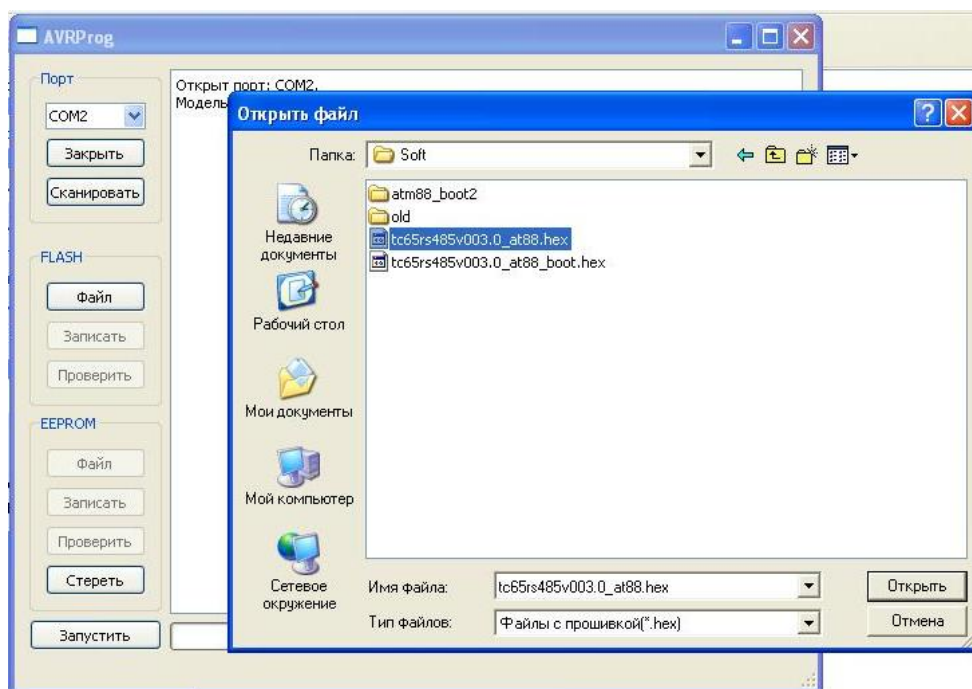

Рис.5.4
4. Выберите файл новой прошивки, нажав кнопку “Файл”. Откроется окно (рис.5.4).